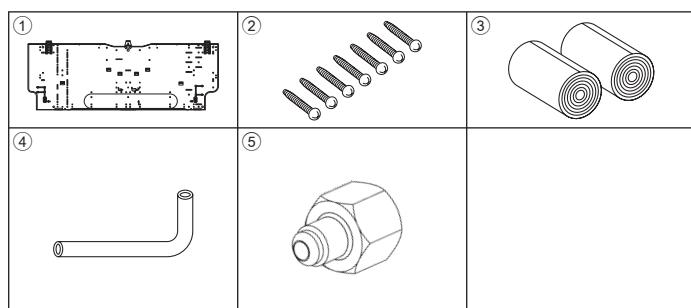

Fig. 3-1
- ① Saída de ar: Não coloque qualquer obstáculo a menos de 1500 mm da saída de ar.
- ② Superfície do chão
- ③ Mobília
- ④ Se a dimensão da projeção de um varão de cortina ou outra coisa semelhante for superior a 60 mm, tem de deixar uma distância maior porque o ar da ventoinha pode provocar um ciclo curto.
- ⑤ 1800 mm ou mais a partir do chão (para uma montagem num local alto)
- ⑥ 108 mm ou mais com tubagem esquerda ou posterior esquerda e instalação de bomba de drenagem opcional
- ⑦ 550 mm ou mais com a instalação da bomba de drenagem opcional
- ⑧ Mínimo 7 mm: 265 mm ou mais com a instalação da bomba de drenagem opcional
3.1. Verificação dos acessórios da unidade interior (Fig. 3-1)